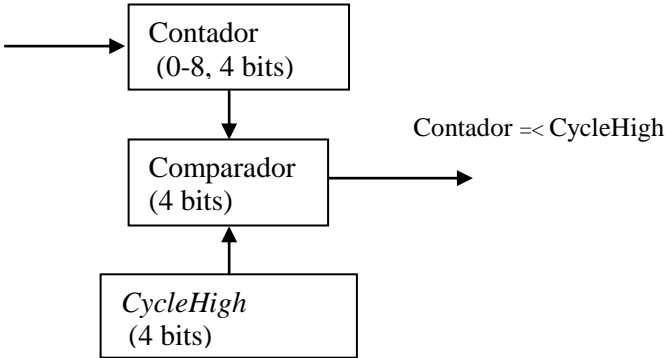

Figura 2
- 2.3 A diferença entre a temperatura interna TI e a temperatura desejada TD é usada para acionar um motor dc através de pulsos de largura modulada (PWMs), conforme descrito na rotina *ArCondicionado* e na Figura 2. Se a maior voltagem possível é 5 Volts, quais são as voltagens médias dos PWMs gerados? (0,6 pt)